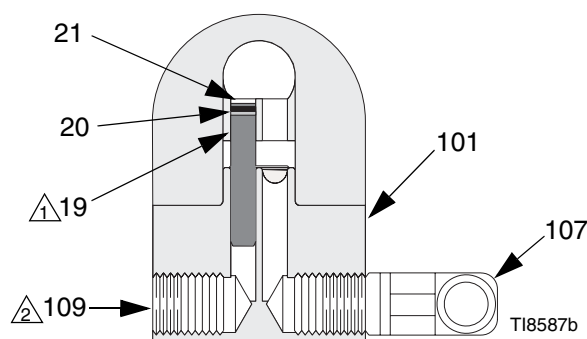

図 3: 非循環の据え付け（一部を切り取った図）
1. 図 3 を参照してください。急停止防止潤滑剤 222955 をマニホルド (101)、プラグ (109)、組み立てられずに供給されるエルボ (107) のネジ山と合わせ面に適用します。
2. エルボ (107) をマニホルド (101) の液体ポートに取り付け、プラグ (109) を別のポートに取付けます。
3. ガン液体ポートでマニホルドプラグと同じ側に、内部プラグ (5) を取り付けます。
4. 液体供給ラインを液体インレットエルボに接続します (107)。
5. ネジ (13) 4 本でガンをマニホルドに取り付けます。4 本全てのネジ山を一緒に締めます。前 2 本をまず締めてから、後ろ 2 本を締めます。4 本全てに等しいトルク 65 in-lb (7.3 N•m) を与えます。